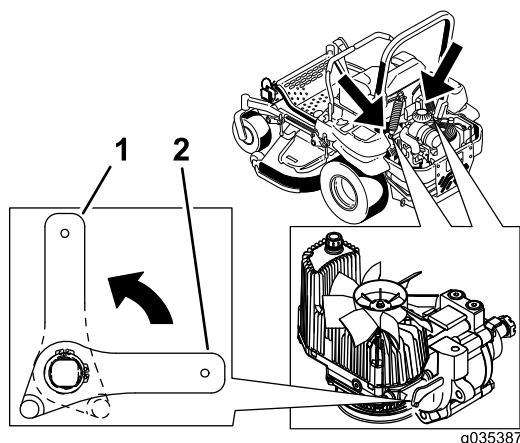

Figura 40
2. Ruotate verticalmente le leve delle valvole di rilascio per spingere la macchina (**Figura 40**).
4. Ruotate orizzontalmente le leve delle valvole di rilascio per guidare le macchina (**Figura 40**).